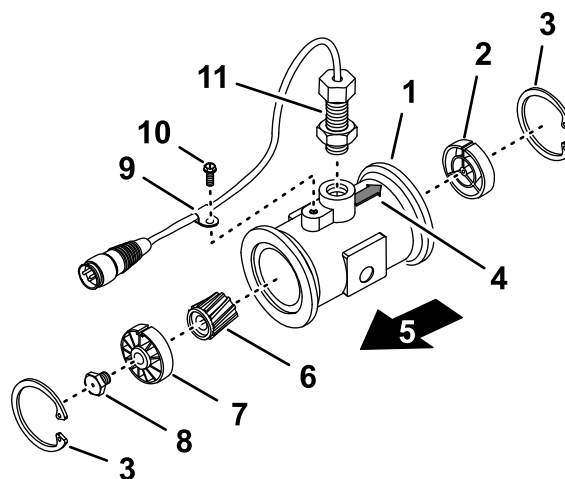

Figura 108
3. Retire o anel de retenção do lado superior (Figura 108).